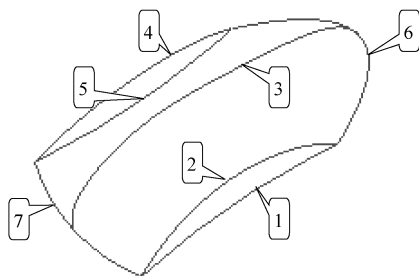

图 6-127 已创建的基准曲线
(1) 打开文件名为“liti6-13.prt”的文件, 其中已经有 7 条基准曲线, 如图 6-127 所示。